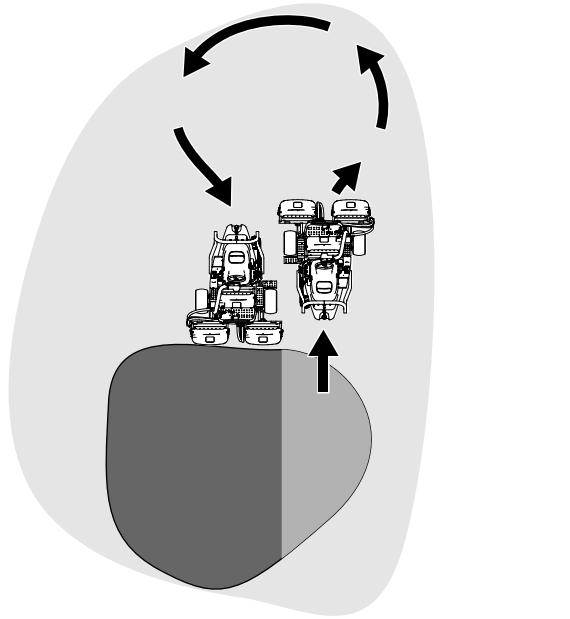

Bild 22
- Verkürzen Sie die Betriebszeit und vereinfachen Sie das Ausrichten für den nächsten Durchgang, indem Sie die Maschine vorübergehend in die entgegengesetzte Richtung und dann in die Richtung des ungemähten Teils drehen. Führen Sie eine trünenförmige Wende durch (Bild 22), um die Maschine schnell für den nächsten Durchgang auszurichten.